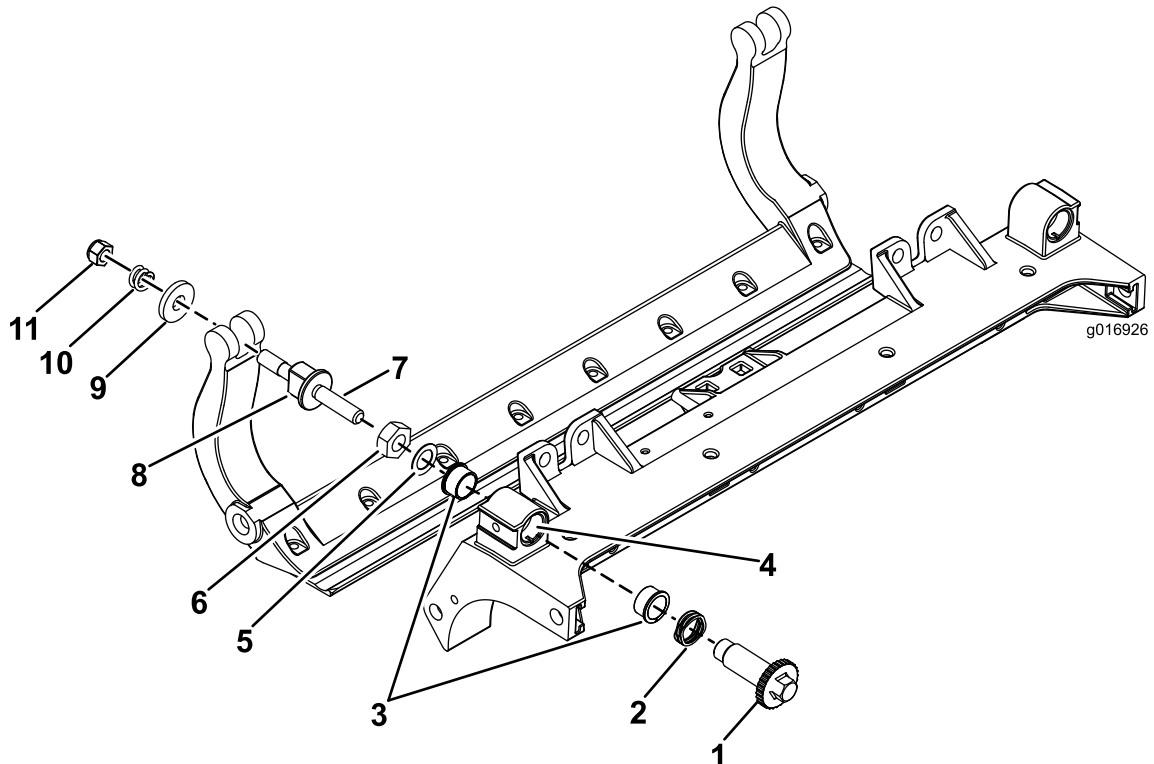

Figura 42
1. Retire todas las piezas (consulte las *Instrucciones de instalación* del Kit HD DPA y la Figura 42).
2. Aplique compuesto antigripante en la parte interior de la zona de los casquillos del bastidor central de la unidad de corte (Figura 42).
3. Alinee los salientes de los casquillos con brida con las ranuras del bastidor, e instale los casquillos (Figura 42).
4. Instale una arandela ondulada sobre el eje del ajustador e introduzca el eje del ajustador en los casquillos con brida del bastidor de la unidad de corte (Figura 42).
5. Sujete el eje del ajustador con una arandela plana y una contratuerca (Figura 42).
12. Coloque una arandela de acero por fuera de cada arandela de nylon (Figura 42).
Nota: Las arandelas del interior pueden tener cierta holgura (Figura 42).
15. Apriete la tuerca de cada ajustador de la barra de asiento hasta que el muelle de compresión esté comprimido del todo, luego afloje la tuerca $\frac{1}{2}$ vuelta (Figura 42).